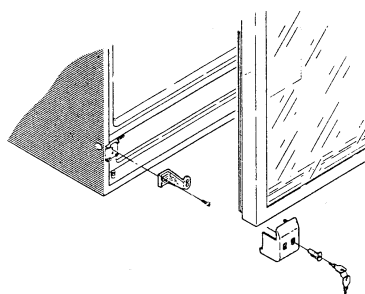

Fig. 5
6. Montare la porta (vedi fig. 5). Il cardine superiore va montato come mostrato, ruotato 180° in senso antiorario e fissato.